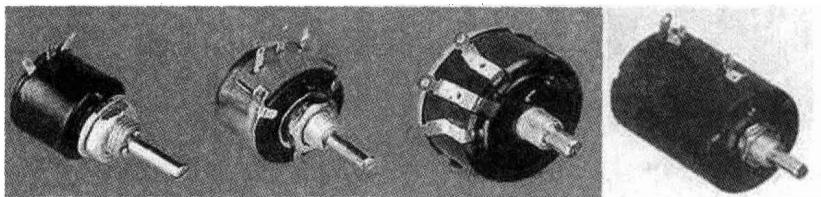

图1-8 线绕电位器
1. 线绕电位器 线绕电位器的实物如图1-8所示，它又可分为通用线绕电位器、精密线绕电位器、大功率线绕电位器和微调线绕电位器。精密电位器输出特性精度较高，阻值精度也较高，主要用作洗衣机的调速。微调电位器带有慢转机构，主要用作电流、电压的微量调节。